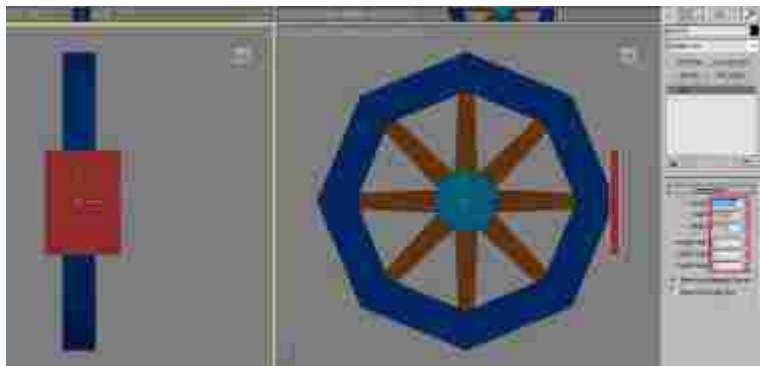
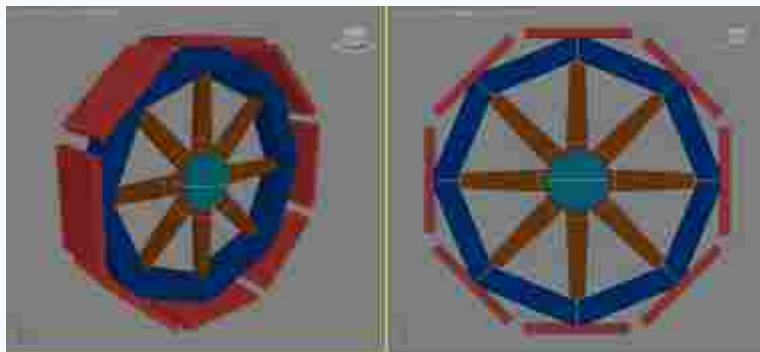

图2-15 外壳防护轮设置与定位
图2-16 外壳防护轮形体结构
(7) 根据战车原画示意图，再次给车轮的外围添加外壳防护轮，注意防护轮要与车轮的形体结构匹配。单击  创建基础长方体，根据车轮整体结构定位，调整长方体的长、宽、高的比例关系，沿着外围调整轴心点坐标并运用旋转工具按照连接轴的角度复制形体，得到三个层级关系的模型组合，如图2-15和图2-16所示。